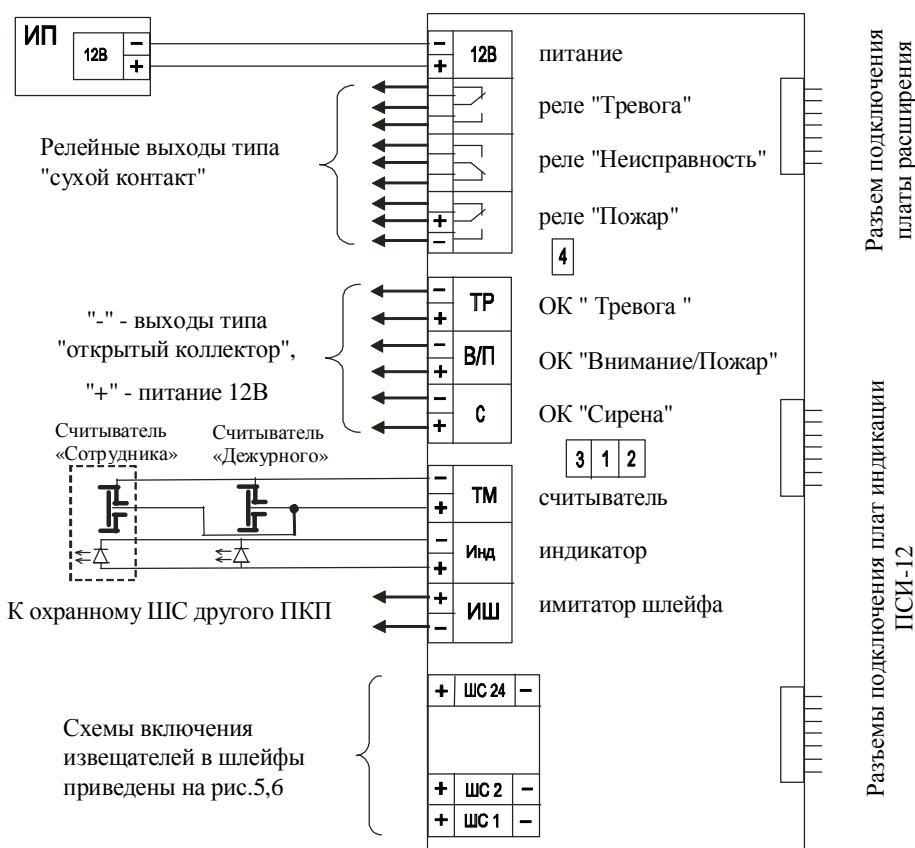

Рис.3. Схема электрическая подключения ПКП. Назначение переключек 1-4 описано в п.5.1.6.
5.1.3. Количество охранных ШС может составлять 0,6,12,24, остальные - пожарные. Соотношение пожарных и охранных ШС устанавливается перемычками в соответствии с таблицей 2 и рис.3. Охранным ШС соответствуют младшие номера шлейфов, пожарным ШС - старшие.
5.1.5. На центральной плате (рис.3) расположены клеммы:
5.1.6. На центральной плате рис.3 расположены переключки (джамперы):
ВНИМАНИЕ! При отсутствии шлейфа управления реле "Пожар" необходимо установить джампер отключения контроля ШУ (джампер №4 на рис.3) - см. п.5.1.6.